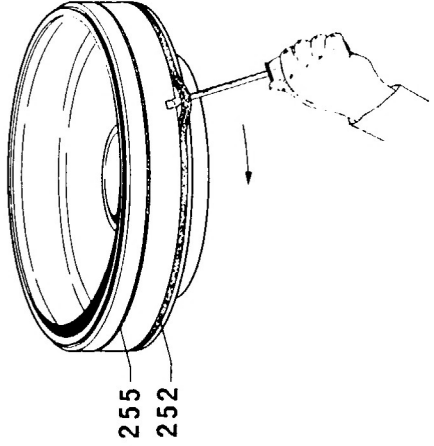

Bild 4/3a
Dichtringe 252 und 255 in die Nuten des Kolbenschiebers einlegen. Die eingelegten Dichtringe mit einem Schraubendreher an einer Stelle aus der Nute herausdrücken. Den unteren Dichtring geschobenen Schraubendreher zwei- bis dreimal um den Kolbenschieber herumziehen (Bild 4/3a). Dichtringe mit einem Gummihammer wieder in die Nuten hineinklopfen. Die Dichtringe sind dann in ihrem ganzen Umfang gleichmäßig gespannt und dichten während des Betriebes gut ab.
- 6) Führungsflächen des Kolbenschiebers 253 (Bild 4/3b) und des Trommelunterteils einfetten (siehe 2.2).